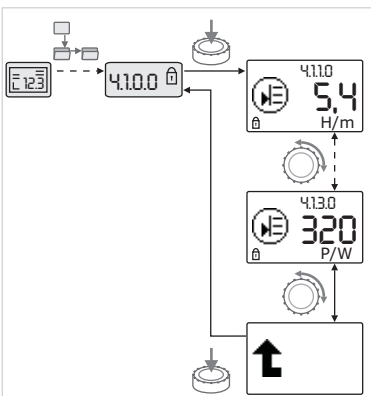

Fig. 46: Κλήση πληροφοριών
- Περιστρέφοντας το κουμπί χειρισμού μπορείτε να ενεργοποιήσετε τα στοιχεία μενού του τύπου «Πληροφορίες» του τρέχοντος υπομενού (βλέπε Fig. 46). Για επεξήγηση των ρυθμίσεων που αναπαρίστανται με σύμβολα, βλέπε τον πίνακα στο κεφάλαιο 8.7 «Κατάλογος στοιχείων μενού» στη σελίδα 43.